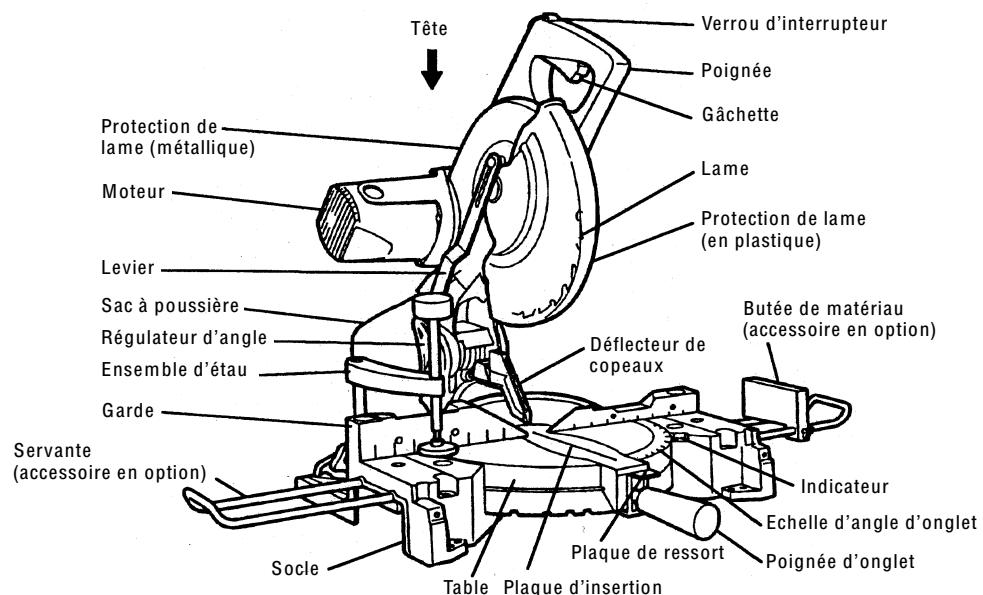
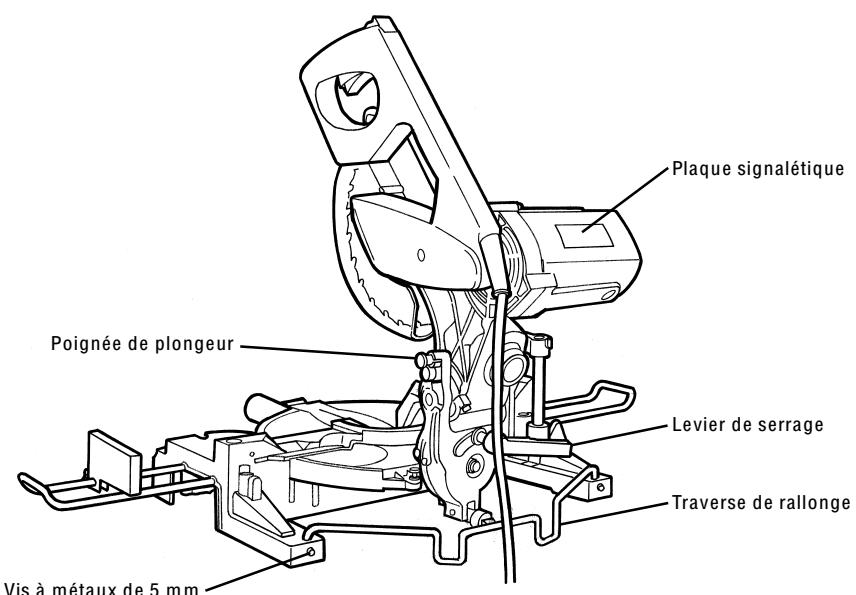

Fig. 1
Fig. 2
- ① Ensemble de support (Fig. 1) (No. de code 317542)
- ② Ensemble d'étau (No. de code 317541)
- ③ Lame de scie de 255 mm (10") Lame de scie TCT pour coupe de matériau mince (Nombre total de dents : 60) (No. de code 976472)
- ④ Lame de scie de 255 mm (10") - Lame de scie TCT pour coupe normale (Nombre total de dents : 70) (No. de code 976473)
Fixer l'outil électrique sur un établi horizontal et de niveau, comme indiqué à la Fig. 4. Sélectionner les boulons de 8 mm (5/16") de diamètre de la longueur correspondant à l'épaisseur de l'établi. Les boulons devront avoir une longueur d'au moins 50 mm (2"), plus l'épaisseur de l'établi. Par exemple, avec un établi de 25 mm (1") d'épaisseur, utiliser des boulons de 8 mm (5/16") × 75 mm (3"). La traverse de rallonge fixée au dos du socle (voir Fig. 2) aide à stabiliser l'outil électrique.
Pour le transport, saisir la poignée (voir Fig. 1) d'une main et tenir le socle à la section de saisie à l'extrémité gauche de l'autre main pour transporter l'outil.
Fixer le sac à poussière, la poignée d'onglet, la servante, la butée de matériau et l'ensemble d'étau comme indiqué à la Fig. 1 et à la Fig. 2.
(1) Insérer la traverse de rallonge dans l'orifice du socle.
(2) Serrer les deux vis à métaux de 5 mm et fixer la traverse de rallonge comme indiqué à la Fig. 2.